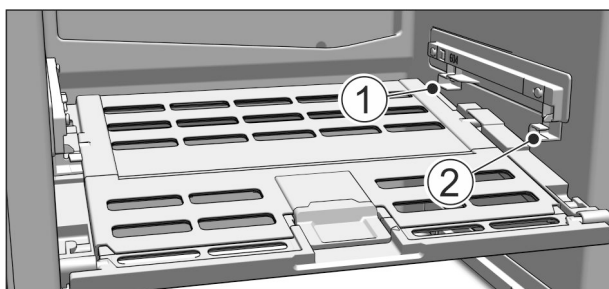

Fig. 62
- ▶ 装入水果和蔬菜长久保鲜盖子：将桥形接片由下方导入后部固定支架 Fig. 62 (1)内并卡在固定支架 Fig. 62 (2)的前部。